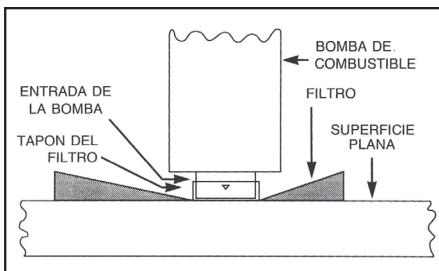

figura 4
- D) Instalar el filtro nuevo en la bomba con la misma orientación que el original. Colocar el filtro sobre una superficie limpia y plana, luego presionar la bomba firmemente hacia abajo y dentro del filtro, hasta que suene indicando que está en su lugar y completamente sentado sobre ta bomba (*ver figura 4*).